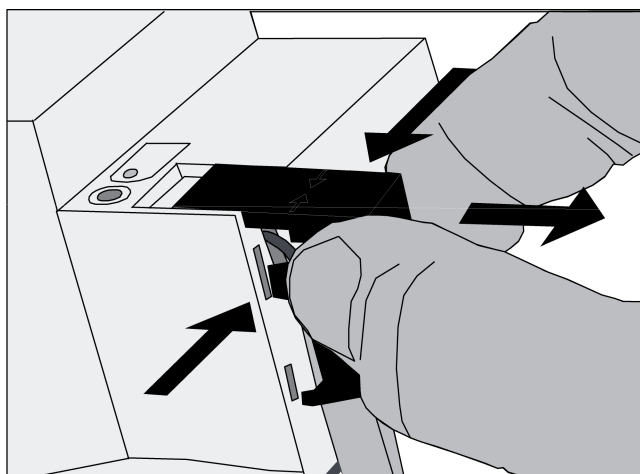

Figura 6: Rimozione della calotta di copertura
- Premere la calotta di copertura sul lato e rimuoverla (figura 6).